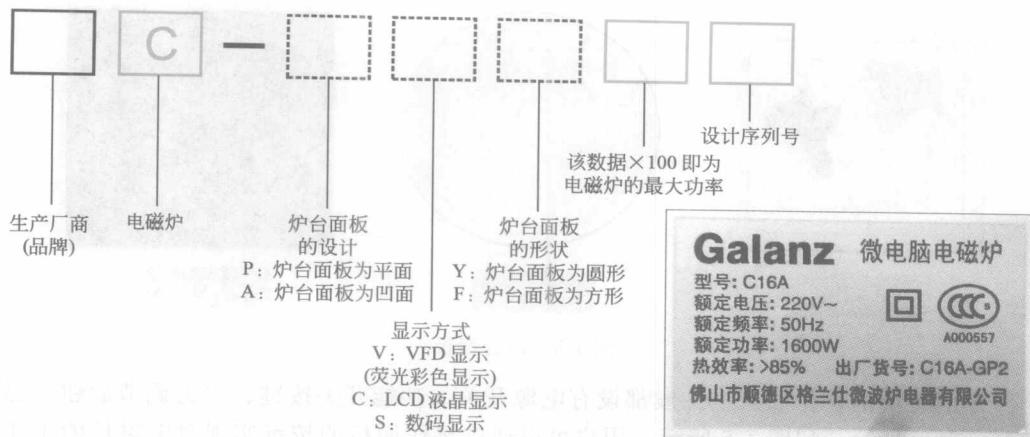

图 1-8 铭牌标识
(4) 电磁炉的品牌、型号、功率、产地等，都通过其铭牌标识进行表示，如图 1-8 所示，为电磁炉的铭牌标识。通过铭牌标识主要是了解其供电电压和最大输入功率，以便了解家庭中的电源能否提供其消耗功率。